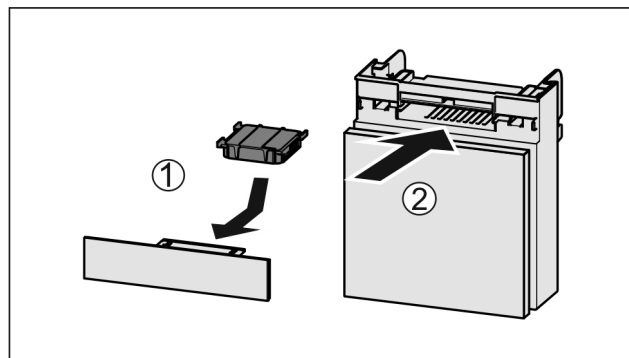

Fig. 156
- ▶ Inserire il vano Fig. 156 (2).